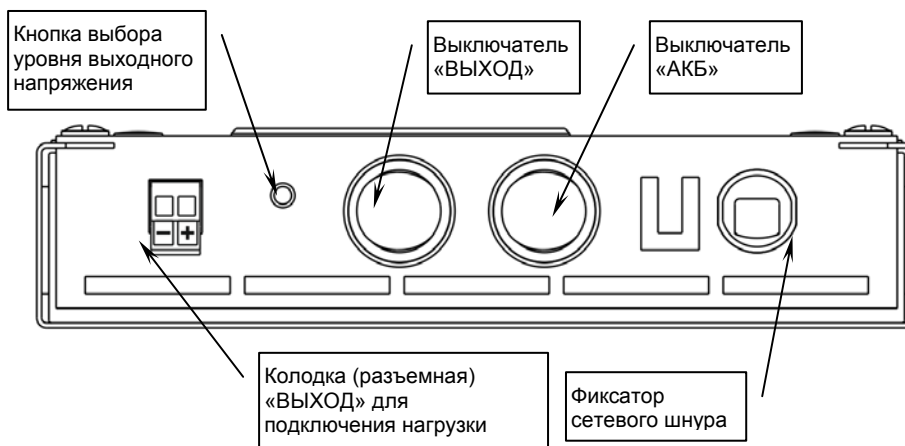

Рисунок 2 – Вид источника со стороны подключения (сетевой шнур условно не показан)
- ✓ возможность ступенчатого выбора уровня выходного напряжения с помощью кнопки последовательного циклического перебора (см. рисунок 2 и п.9 таблицы 1);
- ✓ возможность оперативного отключения выходного напряжения с помощью выключателя «ВЫХОД» (см. рисунок 2), указанный выключатель должен использоваться для отключения выходного напряжения при переключении уровня выходного напряжения кнопкой;
- ✓ возможность отключения АКБ с помощью выключателя «АКБ» (см. рисунок 2), указанный выключатель предназначен для отключения АКБ при транспортировке, хранении, или в случае длительного перерыва в эксплуатации источника.
- Убедиться в том, что выключатели «ВЫХОД» и «АКБ» (см. рисунок 2) находятся в положении «ВЫКЛ».
- Несколько последовательными нажатиями на кнопку выбора уровня выходного напряжения (см. рисунок 2) установить нужное его значение, контролируя выбранный уровень с помощью светодиодных индикаторов красного цвета (каждый из шести индикаторов показывает свой уровень выходного напряжения из ряда значений: 3,0В; 4,5В; 6,0В; 7,5В; 9,0В; 12В);